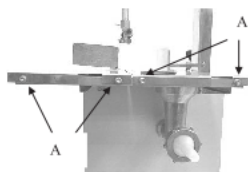

Рисунок 5
1. Ослабьте 4 винта со стороны стола (Рис. 5А).